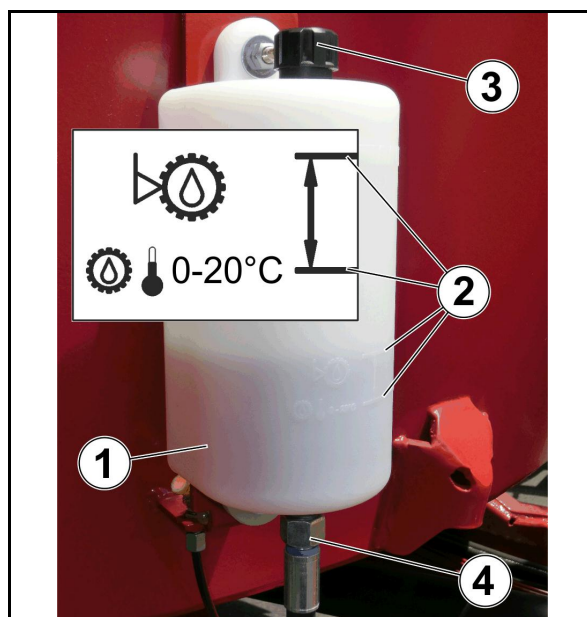

Bild 107
1. Kontrollera oljenivån i blandarens växellåda via expansionsbehållaren på sidan (Bild 107/1).
Oljenivån skall ligga mellan nivåmarkeringarna (Bild 107/2) på expansionsbehållaren.
2. Fyll vid behov på växellådsolja (se Påfyllningsmängder och utbytesintervaller, S. 153) via luftaröppningen, efter att ha tagit bort luftaren och avluftaren (Bild 107/3), och ner i expansionsbehållaren.
3. Placera ett tråg (volym ca. 30 liter) under expansionsbehållaren (Bild 107/1).
4. Ta bort luftare och avluftaren (Bild 107/3).
5. Lossa slangledningen (Bild 107/4) från expansionsbehållaren.
6. Fäst slangledningen (Bild 107/4) i expansionsbehållaren igen.
13. Fyll på väckellådsolja (se Påfyllningsmängder och utbytesintervaller, S. 153) via påfyllningspumpen i blandarens väckellåda tills väckellådsoljan rinner via anslutningen (Bild 107/4) och ner i expansionsbehållaren (Bild 107/1) och så att oljenivån befinner sig mellan de båda markeringarna (Bild 107/2) på expansionsbehållaren.
17. Skruva på luftaren och avluftaren (Bild 107/3) på expansionsbehållarens (Bild 107/1) luftaröppning.
20. Fyll vid behov på växellådsolja via luftaröppningen (Bild 107/3) i expansionsbehållaren.